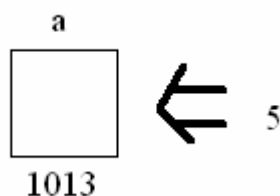

图 3-33
- (1) 在程序当中只需要知道变量名，而不需理会变量在内存中的地址，其中变量与地址之间的联系由编译器来完成。当程序要访问某个具体的变量时，实质也是对变量在内存地址的编号来进行访问，这种按变量地址进行直接访问的方式称为之“直接存取”，前面我们所讨论的例题和所做的实验都是使用这种方式。如图 3-33 与图 3-32 相同，定义了一个字符变量 a，其中 a 被分配了一个字节单元内存，给变量 a 赋值数值 5。图中所示为直接操作的过程。无需理会内存地址。而是对变量名进行存取，如：a=5;而其它的工作则由编译器完成。